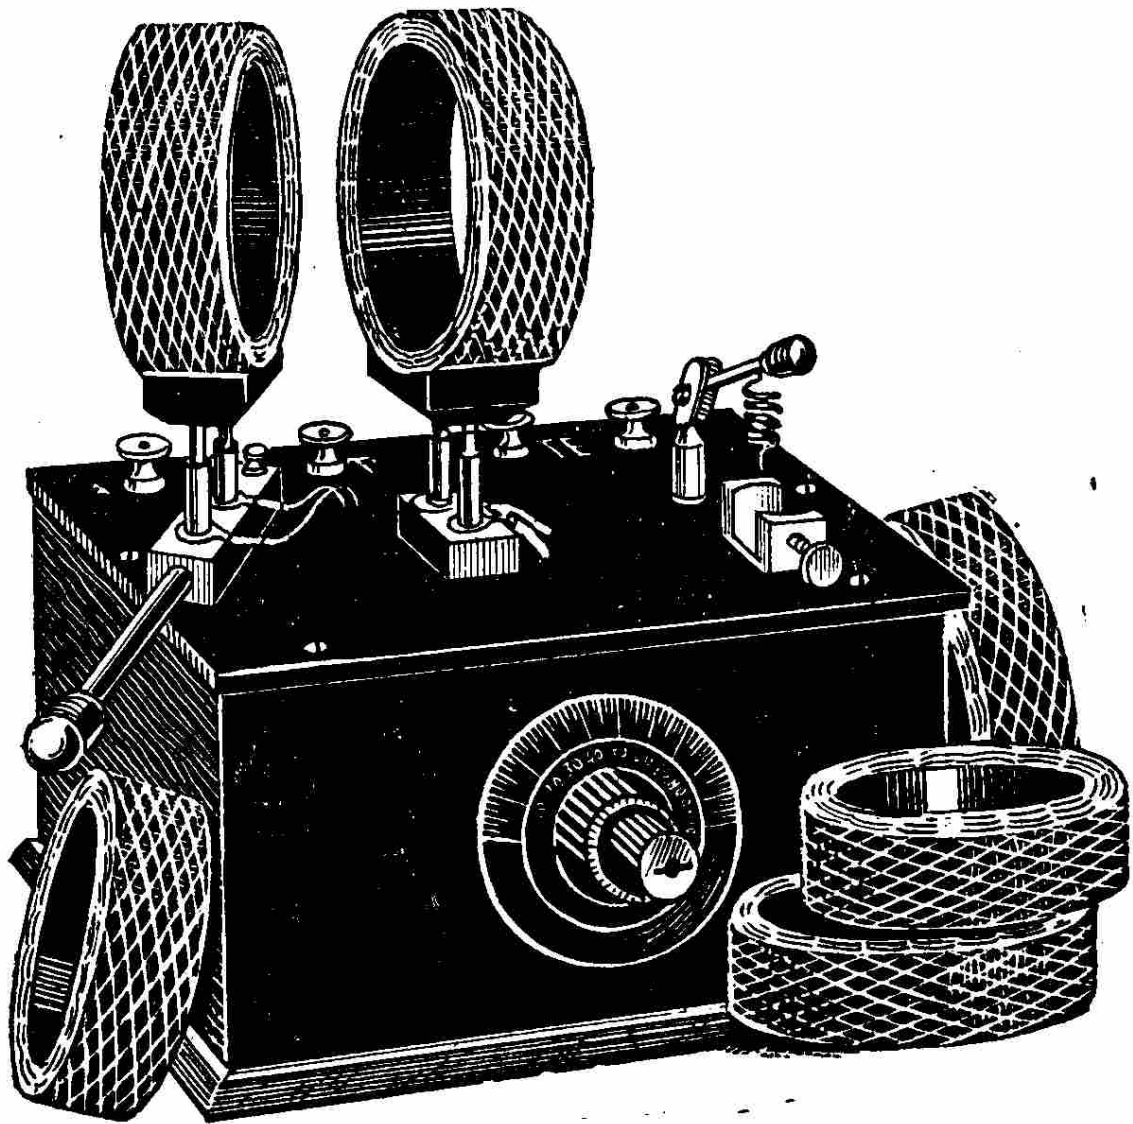

Fig. 37. — Poste à galène à sels interchangeables
Nous donnons fig. 37 le poste à galène à selfs interchangeable construit par la Maison *Omnium Radio* (1).